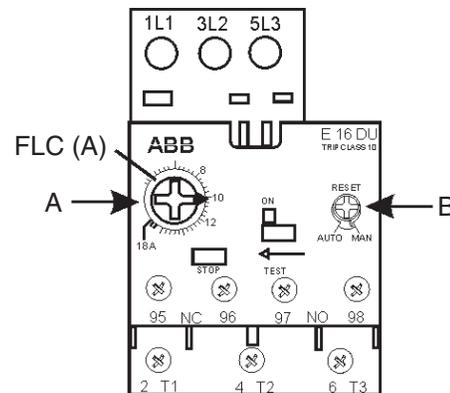

Figure 16. Module de surcharge électronique (style nouveau)
Le module de surcharge électronique (Figure 16) comporte deux cadrans (A et B) qui doivent être réglés avant que la pompe ne puisse être utilisée avec le boîtier de commande.
1. Régler le pointeur FLC **A** (Figure 16) sur 10,5. Ce réglage représente les ampères nominaux de la pompe. Cette information figure sur la plaque signalétique de la pompe.
1. Selon l'application, régler le pointeur de la molette **RESET B** (Figure 16) sur **AUTO** ou **MAN**.